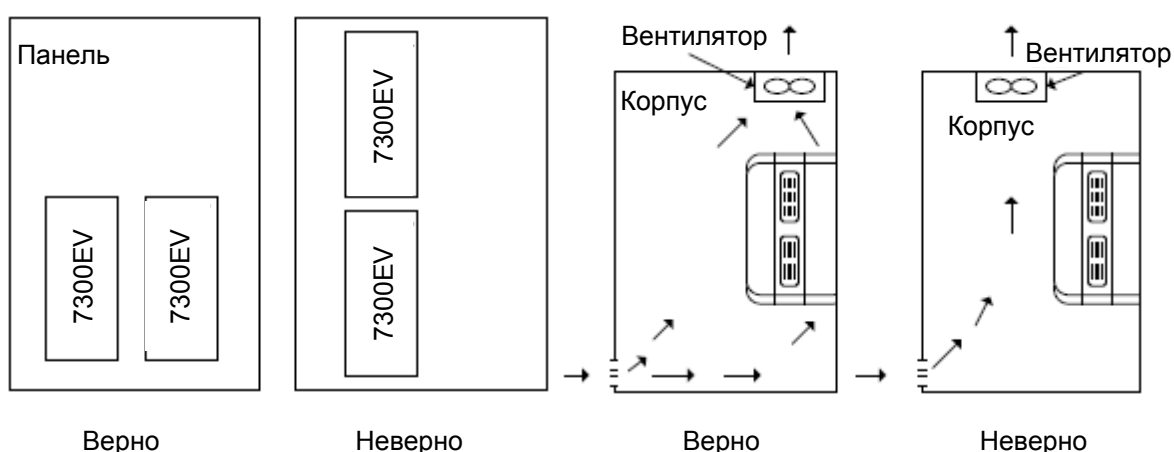

Рисунок 3.1. Расположение панели и корпуса при установке приводов
- Если в одном корпусе расположено несколько преобразователей, следует обеспечить температурный режим не выше 50°C . Смотрите рисунок 3.1 по правильному размещению приводов.